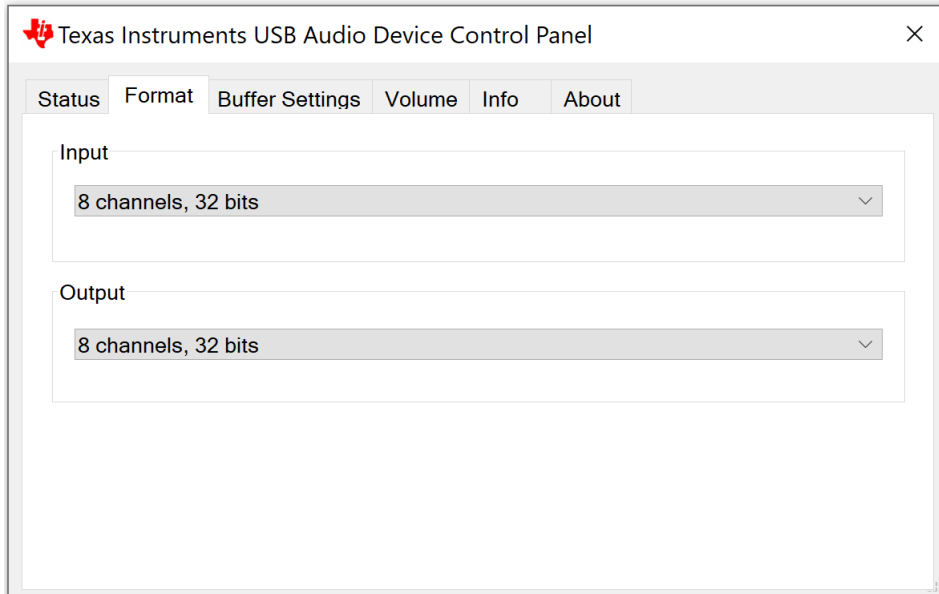

图 3-2. 德州仪器 (TI) USB 音频设备控制面板
注意：使用 USB 音频接口时，德州仪器 (TI) USB 音频器件控制面板 (如图 3-2 所示) 将打开，其中输入设置将配置为 8 声道 32 位。对于 USB 音频，也必须在 EVM 上使用 32 位模式。